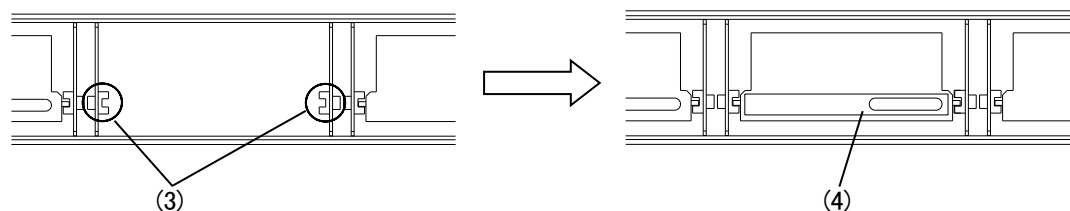

図 4-3 メインモジュールの挿入
(4) 筐体前面のスロット内部に異物がないことを確認しメインモジュールを挿入します。
- ・図 4-3 (3)のスロットに、メインモジュールの基板を滑り込ませます。
(5) 奥までメインモジュールを押し込みます。
- ・その際、図 4-3 (4)の辺り(正面パネルの下側)を押すようにしてください。